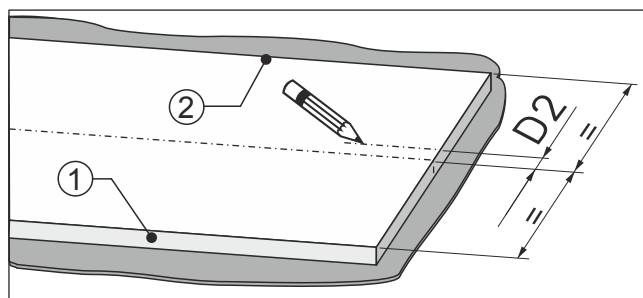

Fig. 93
- Від центральної лінії меблевого фасаду відміряти відстань Fig. 93 (D2) у напрямку до сторони обмежувача ходу дверцят Fig. 93 (2).